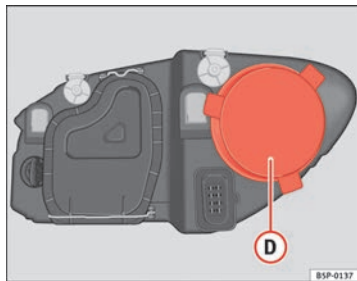

Fig. 190 Luz de población
- Retire la tapa ⇒ fig. 190 **D** tirando de la misma.